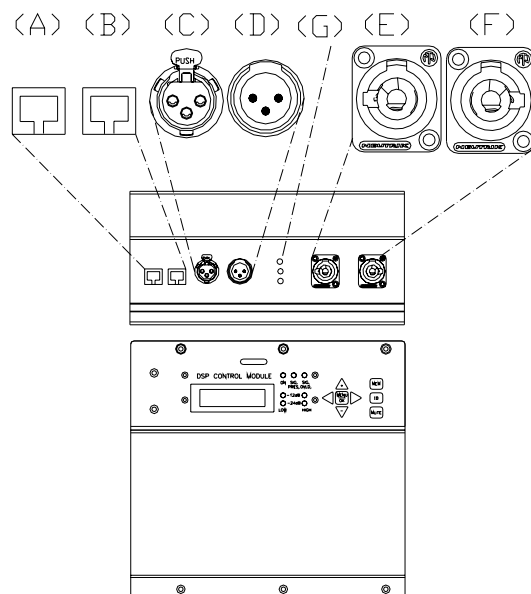
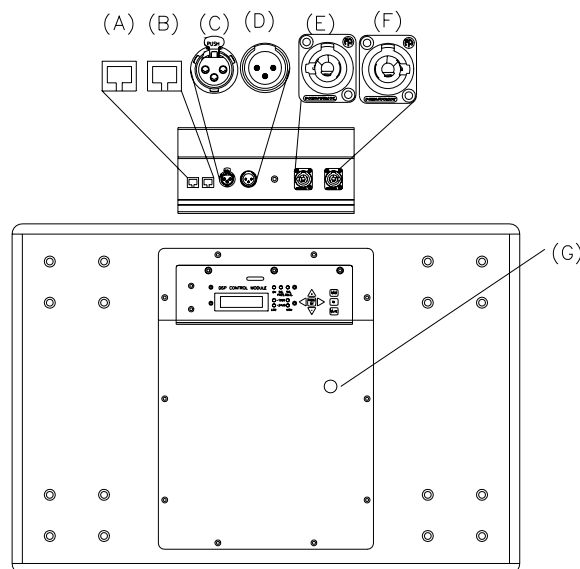

Fig.9. Placa de conexiones para **MA-210/D7**
Fig.11. Placa de conexiones para **MAW-215/D/2K**
En el caso de utilizar un sistema **MA-210/D7** sin unidades de graves, conectar la correspondiente salida del mezclador a la entrada de señal de una de las cajas (Fig.9. **INPUT SIGNAL** (C)).
En el momento que el LED de Overvoltage (Fig.9. **LED OVERVOLTAGE (G)**, Fig.11. **LED OVERVOLTAGE (G)**) se enciende a Rojo, la caja acústica dejará de sonar, o se entrecortará ininterrumpidamente, hasta que se reestablezcan los valores correctos de tensión.